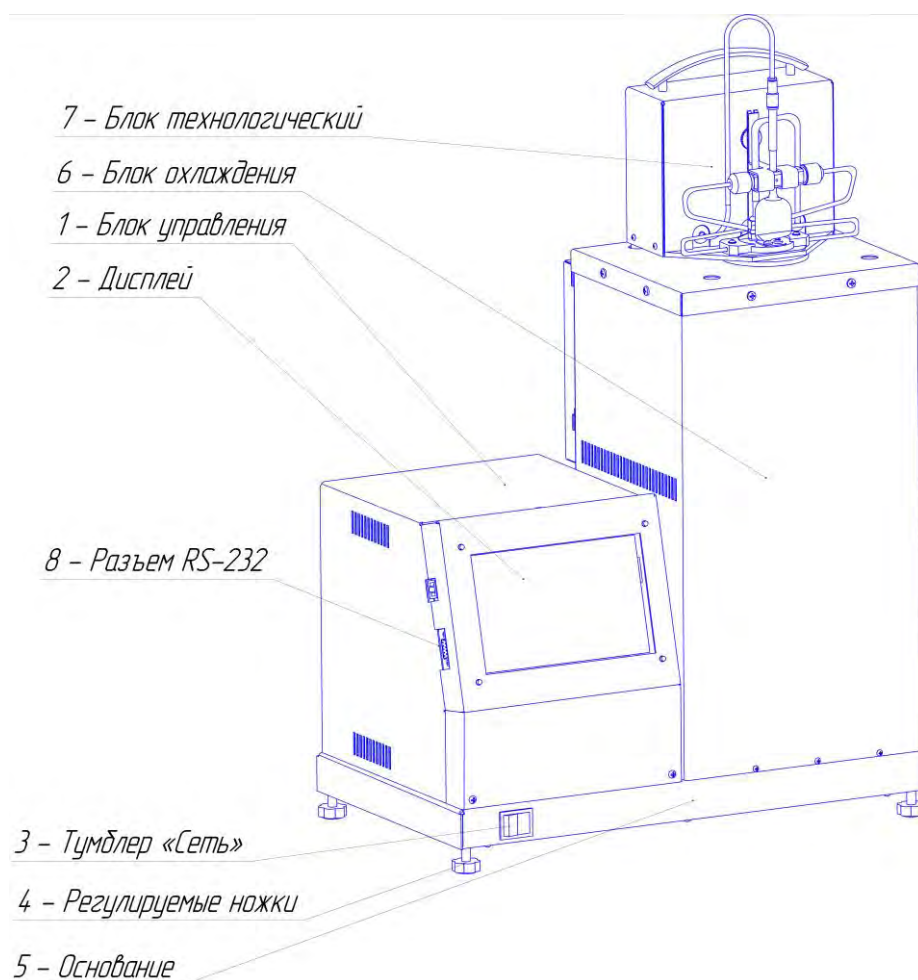

Рисунок 1 – Общий вид аппарата
- поверхность установки должна быть горизонтальной, в противном случае, вращением регулируемых ножек (рисунок 1 на странице 4) необходимо добиться горизонтального положения аппарата с помощью уровня.
3.3.1 Подключить аппарат к сети питания, включить его тумблером «Сеть» (рисунок 1 на странице 4).
- 3) режим работы аппарата – непрерывный. После окончания работы аппарат выключается тумблером «Сеть» (рисунок 1 на странице 4);